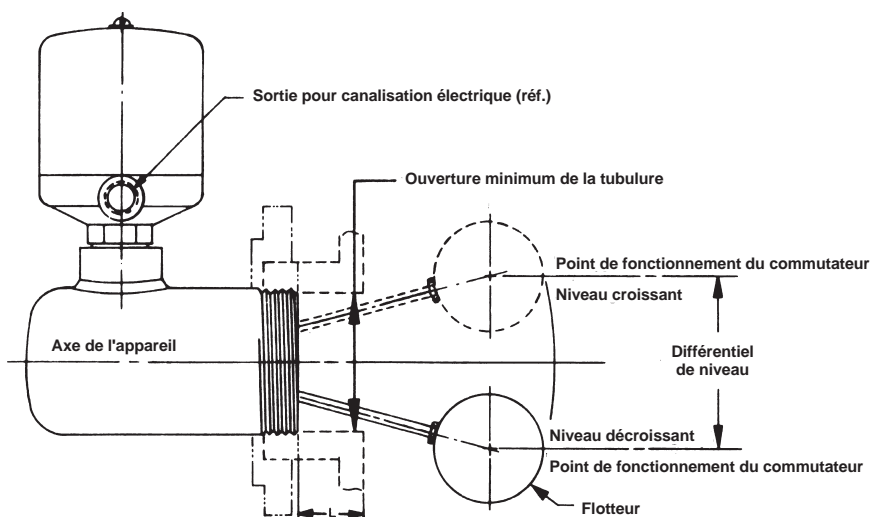

Figure 3
- Afin de conserver le différentiel maximum, la longueur de la tubulure 'L' (**Figure 3**) ne peut dépasser: